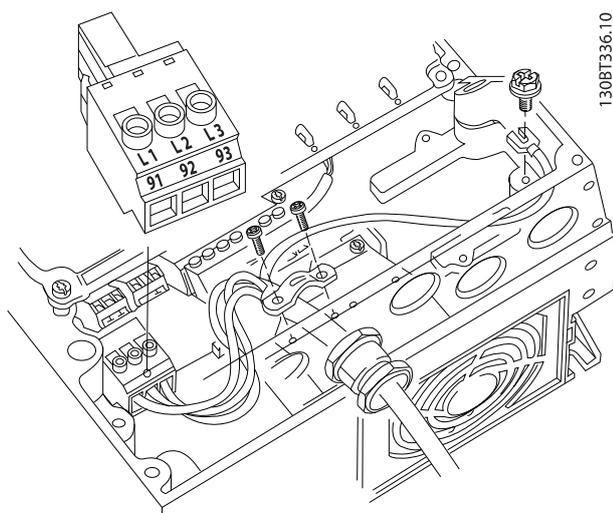

図 2.13 交流主電源への接続
- 3 相交流入力電力ワイヤを L1、L2、L3 に接続します（図 2.13 を参照してください）。